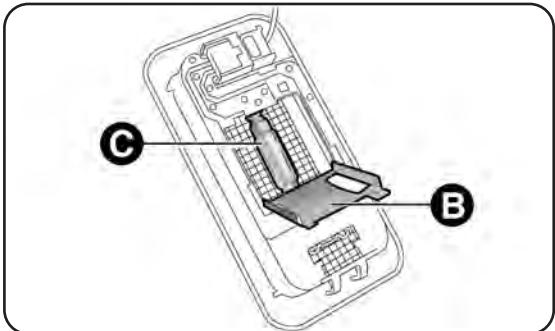

fig. 144
- abra la tapa de protección B-fig. 144 y sustituya la lámpara C soltándola de los contactos laterales. Asegúrese de que la nueva lámpara esté correctamente bloqueada entre los contactos;
- vuelva a cerrar la tapa de protección B-fig. 144 y fije el plafón A-fig. 143 en su alojamiento asegurándose de que queda correctamente bloqueada.